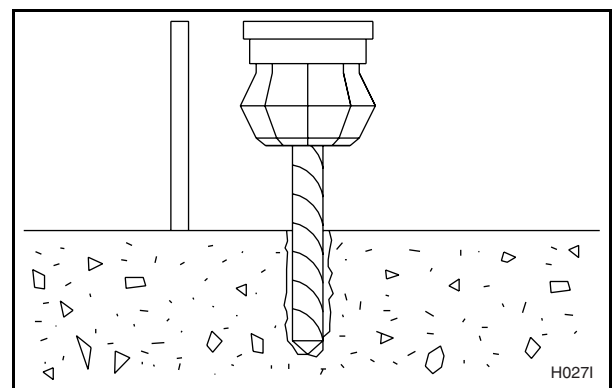

Figura 17
5. Taladre los agujeros hasta la profundidad fijada. Vea la Figura 17.